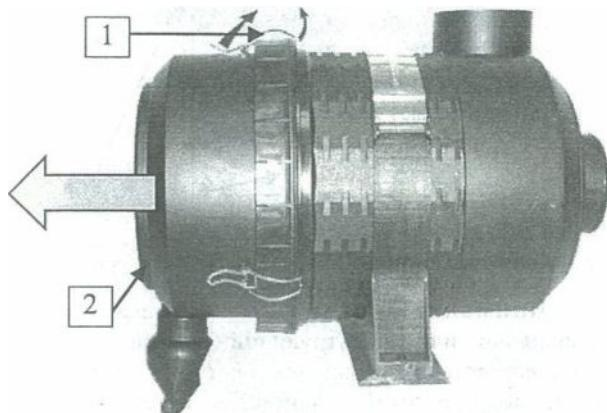

Рис. 1 Снятие крышки
Разблокируйте фиксаторы (1) и снимите крышку (2) (Рис.1)